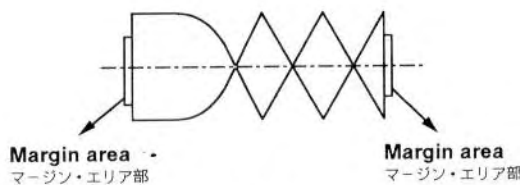

Fig. 4-3
- 1). Turn the P2 post (supply-side guide roller) clockwise using a wrench until the margin area on the envelope (supply-side) disappears, then turn the guide roller counterclockwise until the margin area reappears. (Fig. 4-3)
- 1). P2 ポスト (入側ガイドローラー) を二股レンチにて右に回し、エンベロープの入側のマージン・エリア部が無くなるまで下げ、今度はガイドローラーを左に回し、マージン・エリア部が出るまで戻す。(Fig. 4-3)